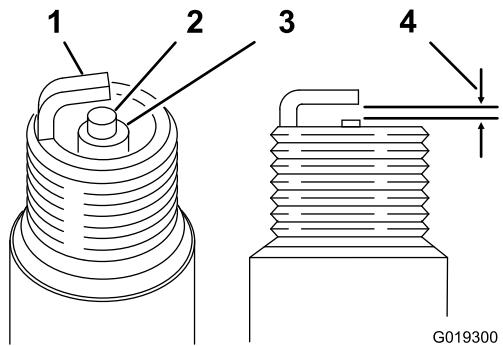

Figura 45
- Mire la parte central de la bujía (Figura 45). Si se observa un color gris o marrón claro en el aislante, el motor está funcionando correctamente.
1. Compruebe la distancia entre los electrodos central y lateral (Figura 45) si la distancia no es correcta.